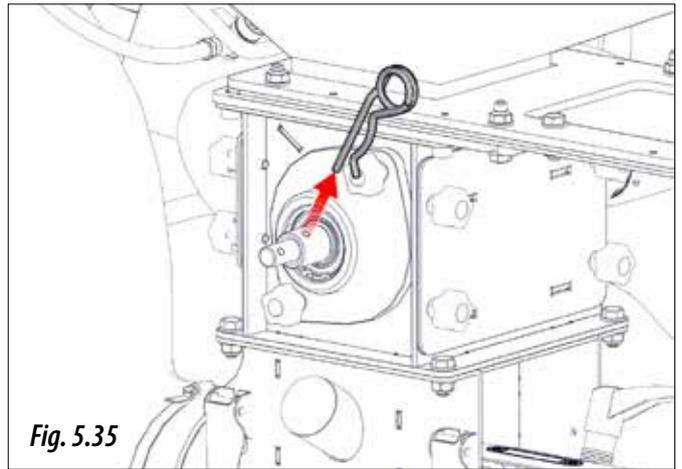

Fig. 5.35
**4.B.1-** Enlever la goupille « R » (figure 5.35).